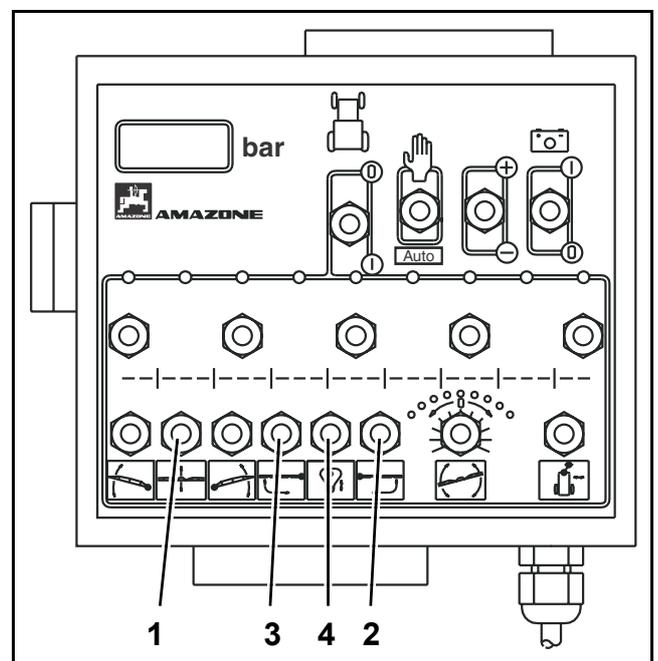

Fig. 8.37
- En actionnant l'interrupteur (Fig. 8.37/1) correspondant à la fonction montée/descente hydraulique, montez la rampe à mi-hauteur.
- Maintenez la touche (Fig. 8.37/2) en position "déplier" jusqu'à ce que les différents segments du bras droit soient complètement dépliés. Les vérins hydrauliques se chargent respectivement à verrouiller la rampe en position de travail.
- Maintenez la touche (Fig. 8.37/3) en position "déplier" jusqu'à ce que les différents segments du bras gauche soient complètement dépliés. Les vérins hydrauliques se chargent respectivement à verrouiller la rampe en position de travail.
- **Déverrouiller de sa position de transport la compensation tri-directionnelle, en utilisant la touche (Fig. 8.37/4).**
- **Actionnez l'interrupteur (Fig. 8.37/1) pour régler la hauteur de travail de la rampe souhaitée.**